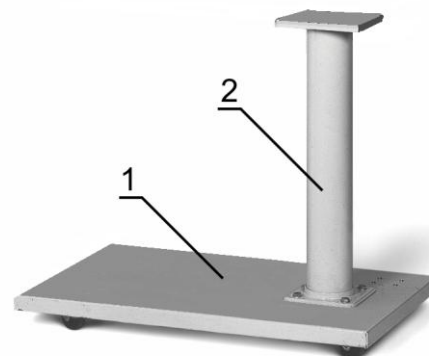

Рисунок 3.
2. Установите и закрепите подставку вентилятора (2 рис. 3.) на основании (1 рис. 3.) пылесоса.